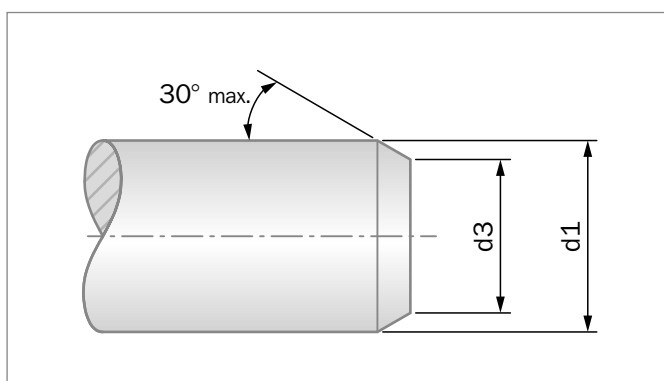
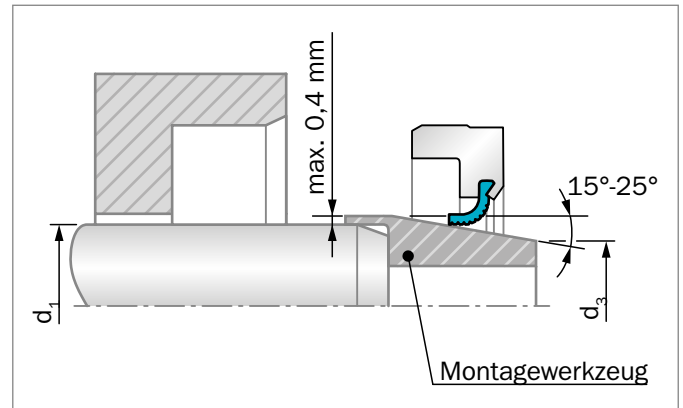

Abbildung 113: Welleneinführschräge
Abbildung 114: Montage der Dichtlippe mit einem Montagewerkzeug
Beim Einbau der Turcon® Varilip® PDR Dichtungen ist eine vorsichtige Handhabung wichtig, um eine Beschädigung der Dichtlippe zu vermeiden. Wird die Dichtung direkt auf der Welle eingebaut, müssen Einführschrägen am Wellenende angebracht werden. Diese müssen frei von Kerben, scharfen Kanten oder rauen Bearbeitungsriefen sein. Der Durchmesser der Einführschräge muss kleiner als der unbelastete Durchmesser der Dichtlippe sein (siehe Abbildung 113). Tabelle 71 enthält Richtwerte dafür.
**Tabelle 71: Welleneinführschräge (siehe Abbildung 113 und Abbildung 114)**
Bevorzugt empfohlen wird die Verwendung eines Montagekonus, wie in Abbildung 114 gezeigt. Die Dichtung wird vor dem Einbau auf der Welle auf den Konus aufgesetzt, um sicherzustellen, dass die Dichtlippe richtig ausgerichtet ist.